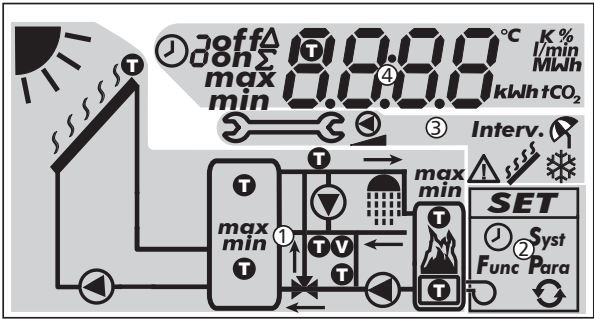

Fig. 8: Vista general de las áreas de la pantalla (todos los elementos visibles)
La siguiente tabla describe los símbolos en el gráfico de sistema (① en Fig. 8).
El menú de configuración (② en Fig. 8) contiene las siguientes entradas:
La siguiente tabla describe los pictogramas para funciones (③ en Fig. 8).
La indicación de los valores operativos y de ajuste (④ en Fig. 8) consta de los siguientes elementos:
①	Símbolo para el control por tiempo de funciones. El símbolo se indica si <ul style="list-style-type: none">• se ajusta una limitación/control por tiempo• se indica el estado de la limitación/control por tiempo• la limitación por tiempo bloquea un control de temperatura (símbolo parpadea).
②	Número de la ventana de tiempo que en este momento se está ajustando/indicando en el menú de configuración o en la que se encuentra la hora actual. El control por tiempo de una función consta de 1 ó 3 ventanas de tiempo ajustables. Ejemplo: Ventana de tiempo 1: 06:00 – 08:00 Ventana de tiempo 2: 11:00 – 12:30 Ventana de tiempo 3: 17:00 – 19:00
③	Informaciones adicionales: on, off: estado de conmutación/condición de conmutación encendido, apagado max, min: valor máximo , valor mínimo Σ: valor operativo sumado desde la primera puesta en servicio, no reseteable Δ: valor operativo sumado desde el último reseteo a 0
④	Se indica el símbolo si al ajustar una función se selecciona un sensor de temperatura.
⑤	Indicación de: <ul style="list-style-type: none">• valores de medición• valores de ajuste• códigos de error• otras informaciones, p. ej. versión de software
⑥	Unidad física del valor indicado en ⑤